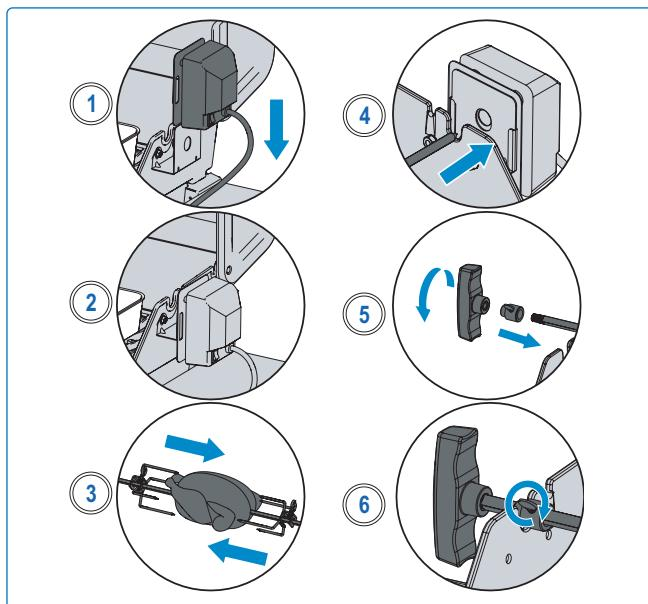

Fig. 16
5. Inserire la seconda forchetta dello spiedo sull'asta e stringerla nei polli fino a che tutti e 3 i polli siano ben stretti insieme. Stringere (**Fig 16**).